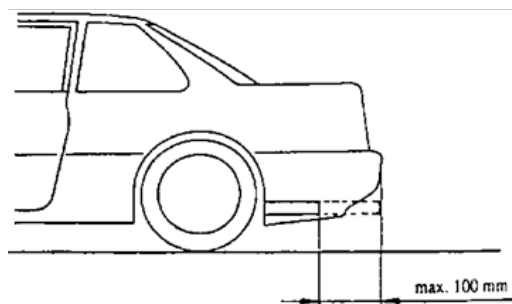

Рис.10.
5.11.3. Выход выхлопной трубы должен быть расположен в задней части автомобиля в пределах его периметра, но не глубже, чем в 10 см от этого периметра (Рис.10).